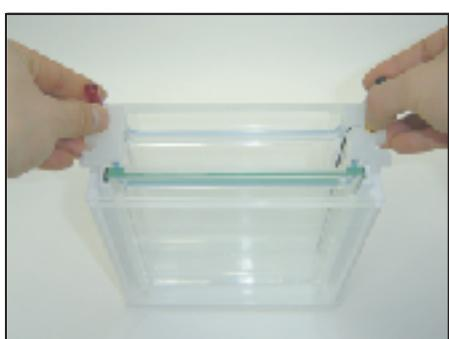

図 6
4. アッパーバッファーチャンバーのリムーブガイドRを左側にして、1. の状態のセルベースに挿入します。 (図 6)